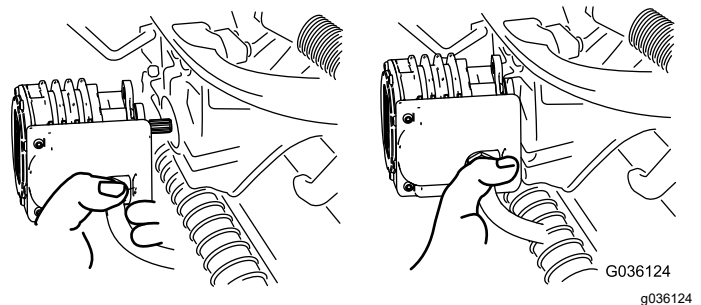

Figura 65
- Mueva el motor al lugar de almacenamiento en la parte delantera del brazo de suspensión (Figura 65).